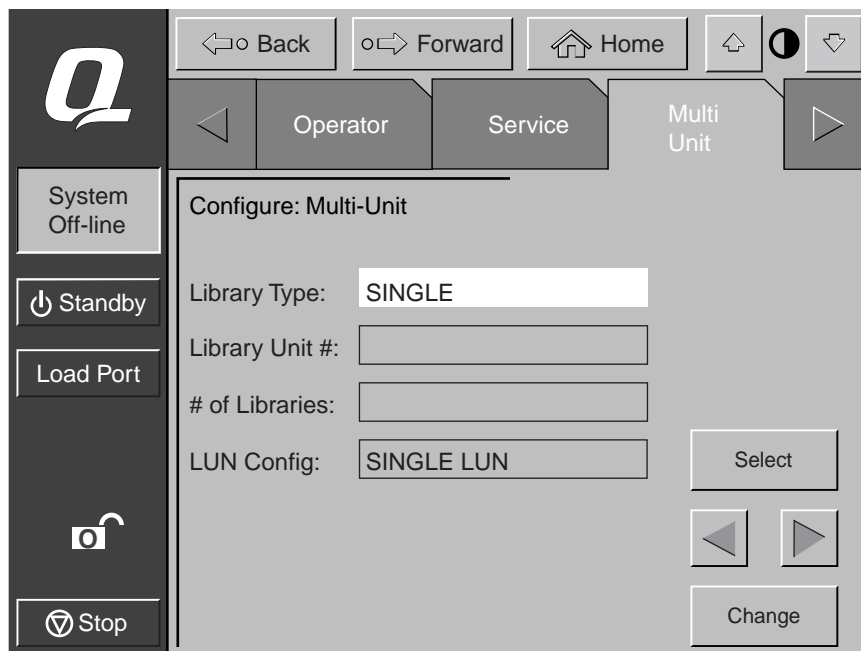

Figure 3-4. Écran Configure Multi-Unit (MUSL) (configurer multilibrairie)
- Entrez Single, Master, ou Slave (unique, maître ou esclave) dans le champ Library Unit (unité de librairie) (voir la Figure 3-4). La librairie connectée à l'hôte correspond à la librairie maître. Chaque librairie d'un système multilibrairie peut être maître. Les librairies restantes sont esclaves.
- Entrez un numéro de 0 à 4 dans le champ Library Unit # (numéro d'unité de librairie) (voir la Figure 3-4).
- ❶ Librairie 0
- ❷ Librairie 1
- ❸ Librairie 2
- ❹ Librairie 3
- ❺ Librairie 4
- ❻ Côté gauche
- ❼ Côté droit
6. Entrez un nombre de 1 à 5 dans la zone # of Libraries (nombre de bibliothèques) pour le nombre de bibliothèques contenues dans le système multibibliothèque (voir la Figure 3-4).